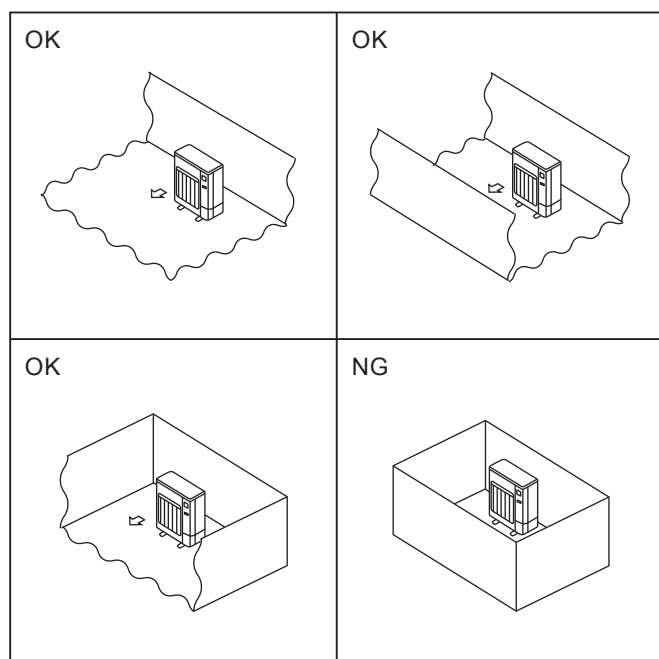

Fig. 2-1
- ⓘ Installera utomhusenheter på en tillräckligt stor plats där minst en av de fyra sidorna är öppen och det inte finns några nedsänkningar. (Fig. 2-1)